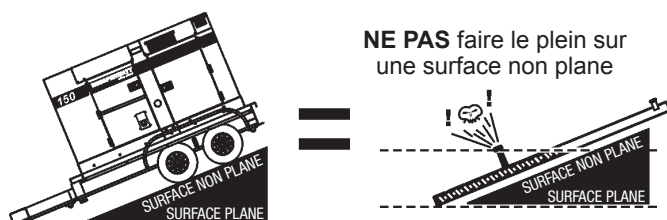

Figure 34. Remplir seulement sur une surface plane
1. **Garder le réservoir de niveau** — s'assurer que les piles à combustible soient de niveau avec le sol. Le non-respect de cette précaution peut entraîner le renversement de carburant du réservoir avant d'atteindre sa pleine capacité (Figure 34).